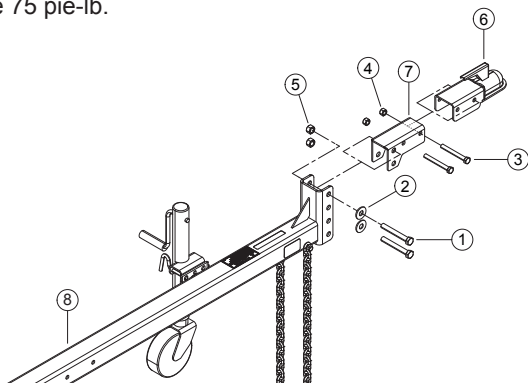

Figura 2.1, Enganche para modelos no conforme de CE
1. Coloque el montaje de la barra de enganche(8) en el bastidor, alinee los orificios de montaje a la longitud deseada y asegúrelo con dos pernos de 1/2 pulg. x 4 1/2 pulg. (13 mm x 114 mm), arandelas y tuercas (no se muestran los accesorios en la Figura 2.1). Aplique un par motor de 75 pie-lb.
2. Fije el montaje del acoplador(7) a la barra de enganche con dos pernos(1) de 5/8 pulg. x 4 1/2 pulg. (16 mm x 114 mm), arandelas(2) y tuercas de centrado(5). Aplique un par de torsión de 150 pie-lb.
3. Fije el acoplador(6) de 2 mm (51 mm) al montaje del acoplador con dos pernos(3) de 1/2 pulg. x 4 pulg. (13 mm x 102 mm) y tuercas de centrado(4). Aplique un par motor de 75 pie-lb.